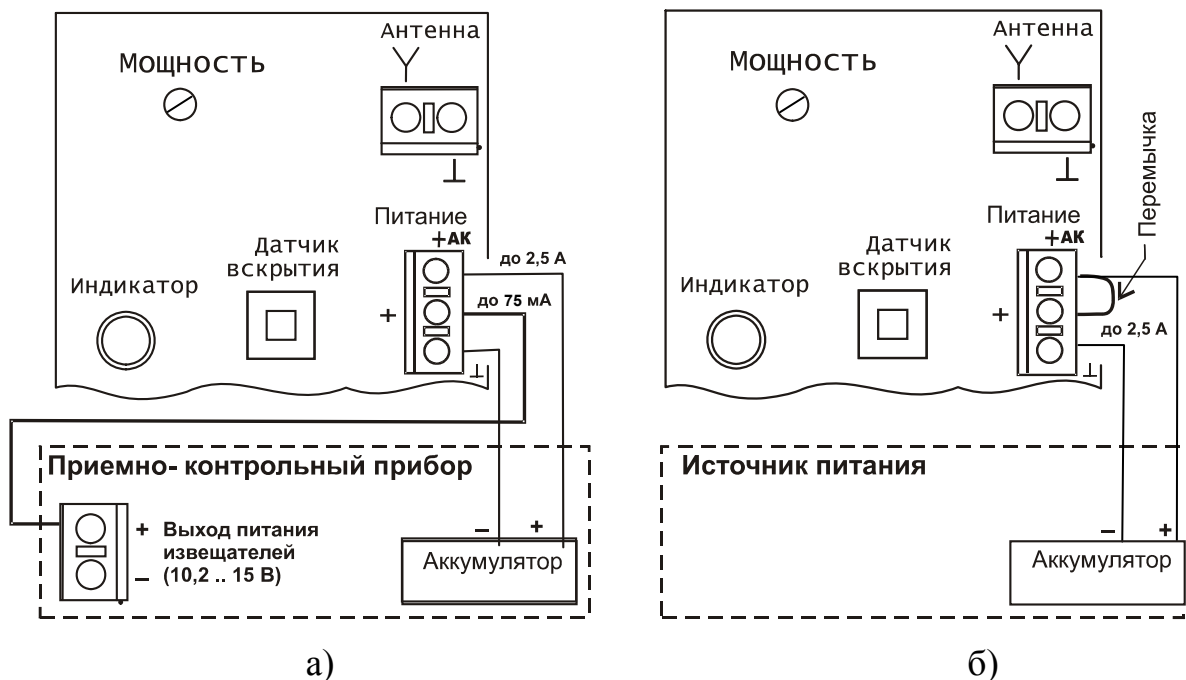

Рисунок 8.3 - Подключение источника питания
8.8 Подключить провода питания к клеммам "+АК", "+" и "⊥", соблюдая полярность (рисунок 8.3).
3 Если используется блок питания БП12/0,7 или БП12/2, клемму "+" передатчика соединить с клеммой "+АК" (рисунок 8.3б), цепь контроля сети подключить по схеме 8.2.
4 Если ток заряда аккумулятора в используемом источнике питания менее 0,2 А, но имеется выход с напряжением 10,2 – 15,0 В постоянного тока, то рекомендуется подключение по трехпроводной схеме (рисунок 8.3а):